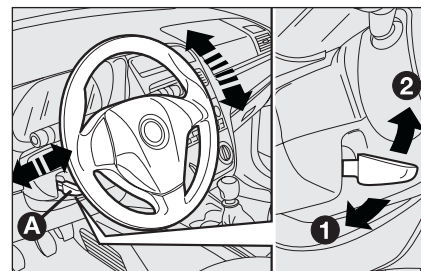

fig. 31
- débloquer le levier **A** - fig. 31 en le poussant vers l'avant (position 2) ;